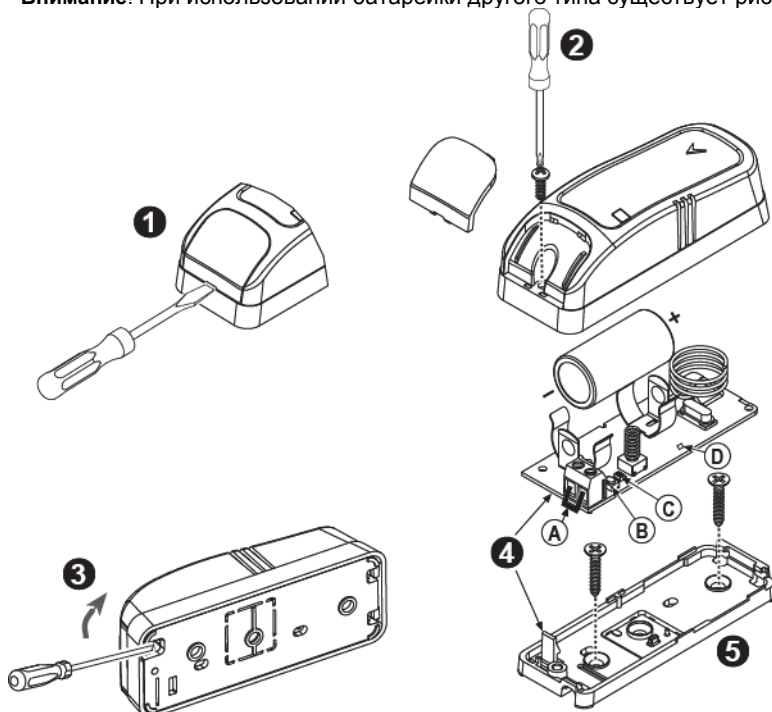

Рисунок 2. Монтаж
Если датчик TMD-560 PG2 отрывается от стены, или если снимается крышка датчика (см. Рисунок 2), то активируется "Тамперная тревога".
2. Вставьте батарейку в гнездо держателя (см. Рисунок 2) соблюдая полярность. **Чтобы обеспечить правильную эксплуатацию, необходимо использовать только литиевые батареи (тип CR123 производства Panasonic, Sanyo или эквивалент)**
До начала диагностики канала связи отделите основание извещателя от лицевой крышки (см. Рисунок 2).